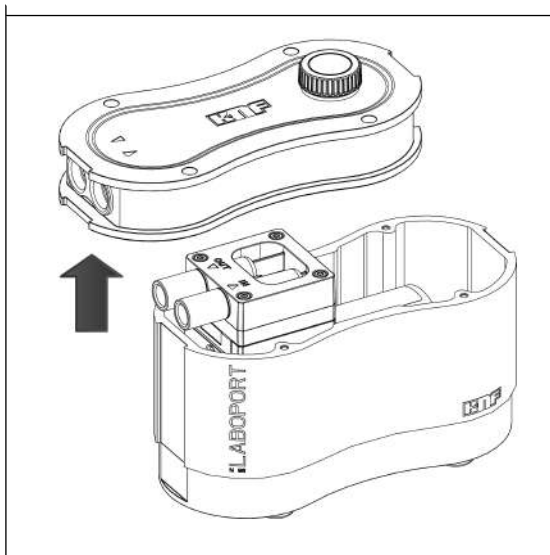

Рис. 10: Снятие крышки корпуса
3. Осторожно снимите крышку корпуса (2) и поместите ее рядом с корпусом насоса (3) (см. Рис. 10).